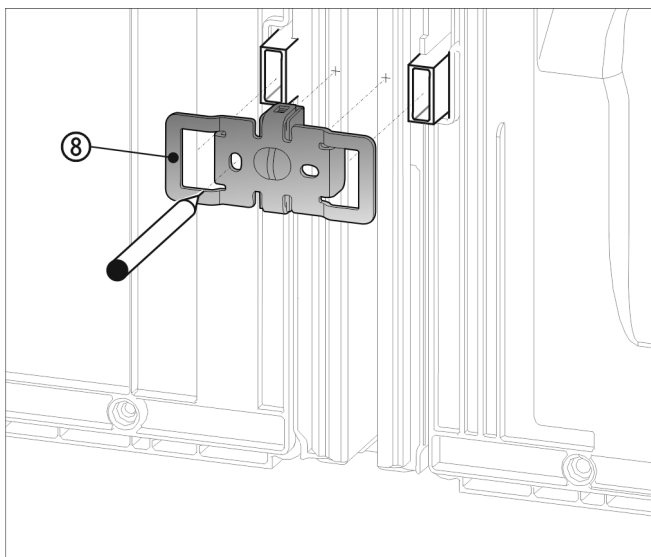

Fig. 20
- Pousser l'équerre Fig. 20 (8) avec les cavités sur le logement des supports d'espacement muraux.